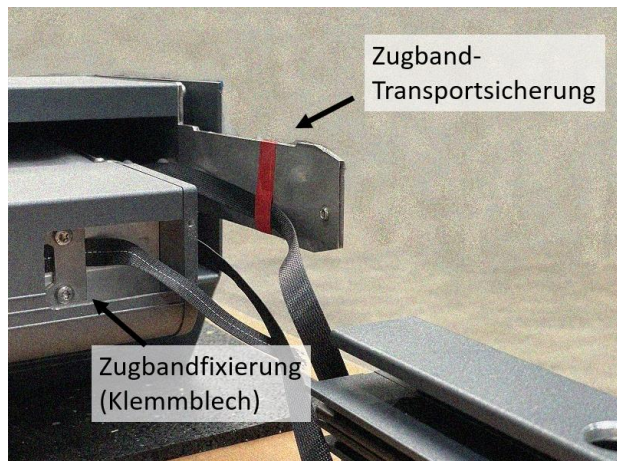

Abbildung 14: Zugbandfixierungen
**Schritt 1:** Lösen Sie die Zugbandfixierung (Abbildung 14: Zugbandfixierungen) und ziehen Sie ohne große Kraft am Zugband bis Tuch und Zugband straff sind. Dabei kommt die Ausfallstange ca. 20 cm nach vorne. Schrauben Sie die Zugbandfixierung anschließend wieder fest.